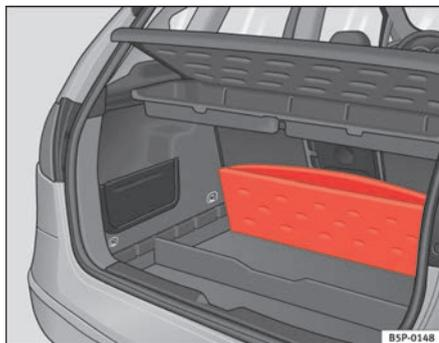

Fig. 105 Cobertura da bagageira retrátil
- Levantar o piso da bagageira e dobrá-lo ao máximo para trás ⇒ **fig. 105**.